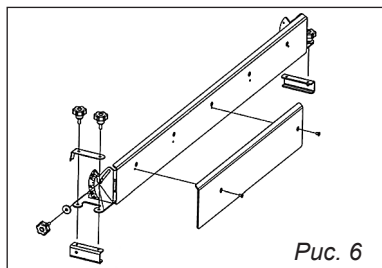

Рис. 6
- Через отверстия указателя и линейки навернуть на прижимную планку винты барашки (рис. 6);